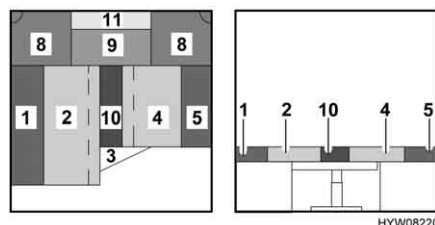

Fig. 68 Dopo la trasformazione
- Posizionare il cuscino aggiuntivo (Fig. 68,10) tra i cuscini del divano (Fig. 68,2 e 4) e il tavolo (Fig. 68,3).
- Piazzare il cuscino aggiuntivo (Fig. 68,11) tra il cuscino del divano (Fig. 68,9) e la parete esterna.